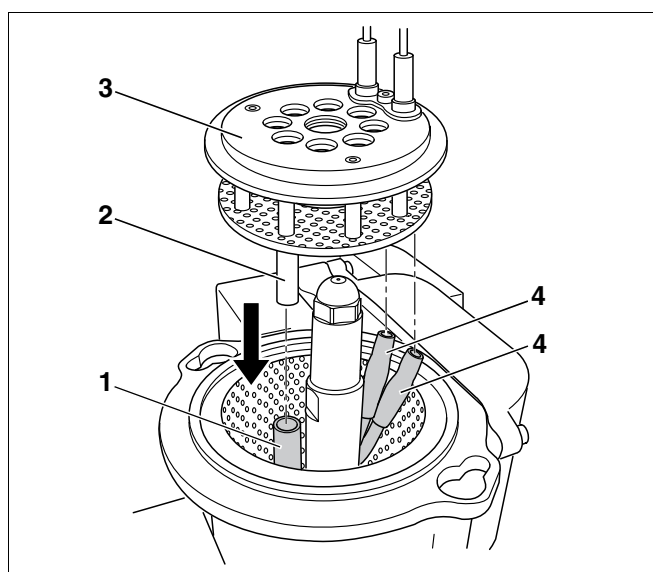

Fig. 50 Montage du système de mélange
- Remettre le système de mélange (fig. 50, **pos. 3**) en place.
- Fixer correctement les câbles d'allumage (fig. 50, **pos. 4**).
- Insérer le tube de visée de flamme (fig. 50, **pos. 2**) dans le tube de maintien (fig. 50, **pos. 1**).